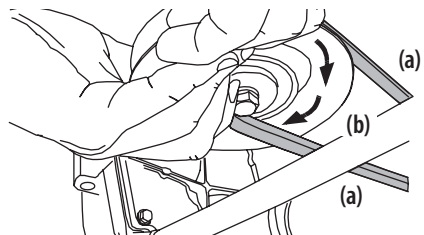

Figura 42
- Mientras sostiene la correa de la PTO (a) hacia abajo, siga girando la polea de la PTO (b) hasta que la correa de la PTO (a) se deslice fuera de la polea (b). Consulte la Figura 42.
8. Tire del lado derecho de la correa de la PTO hacia atrás y coloque el lado V angosto de la correa de la PTO en la polea de la PTO. Consulte la Figura 42 en la página 62.
9. Mientras sostiene la correa y la polea de la PTO juntas, gire la polea de la PTO hacia la izquierda (Vea la Figura 42 en la página 62). Siga sosteniendo y rotando la polea de la PTO y la correa de la PTO hasta que la correa de la PTO se enrolle totalmente en la polea de la PTO.